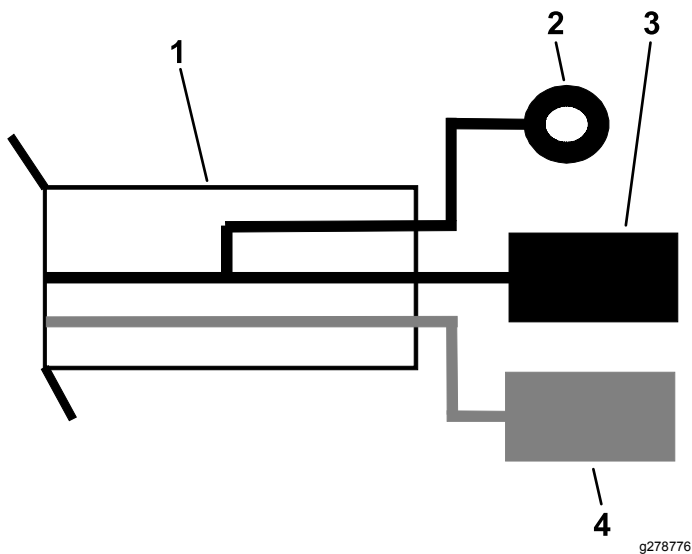

Figura 20
5. Inserite il filo di terra nero nel filo di terra del cablaggio preassemblato del Kit convertitore di alimentazione (Figura 20).
6. Inserite il filo di alimentazione rosso nel filo di alimentazione del cablaggio preassemblato del Kit convertitore di alimentazione (Figura 20).